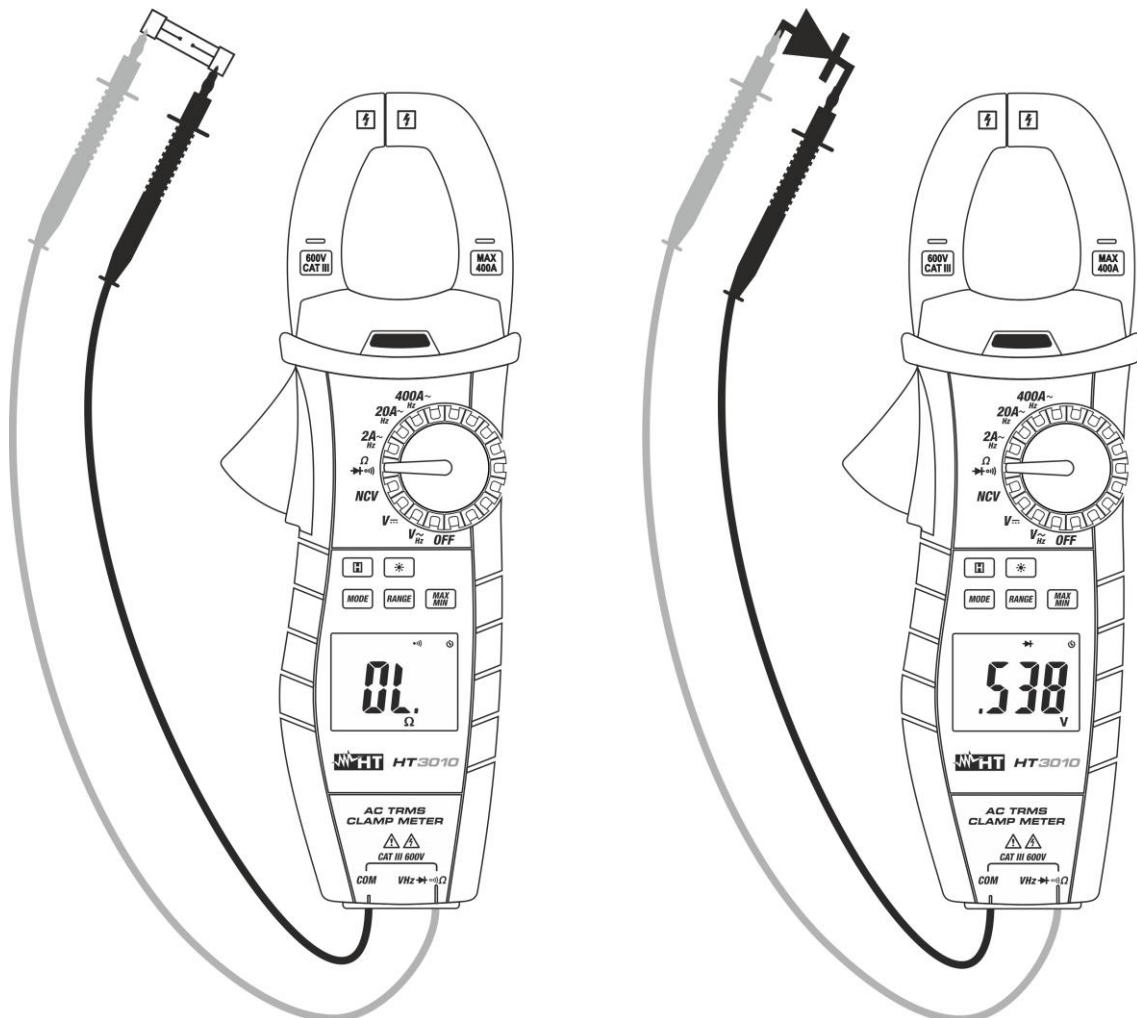

Fig. 7: Utilização da pinça em Testes de Continuidade e Testes de Díodos
3. Inserir o cabo vermelho no terminal de entrada **VΩHz** $\rightarrow | \rightarrow \text{diode}$) e o cabo preto no terminal de entrada **COM** e efetuar o teste de continuidade sobre o objeto em teste (ver Fig. 7 – parte esquerda). O indicador sonoro emite um sinal acústico quando o valor da resistência medida é inferior a cerca de 30Ω .
5. Conectar a ponteira vermelha ao ânodo do díodo e a ponteira preta ao cátodo no caso de medição de polarização direta (ver Fig. 7 – parte direita). Inverter a posição das ponteiros no caso de medição de polarização inversa.